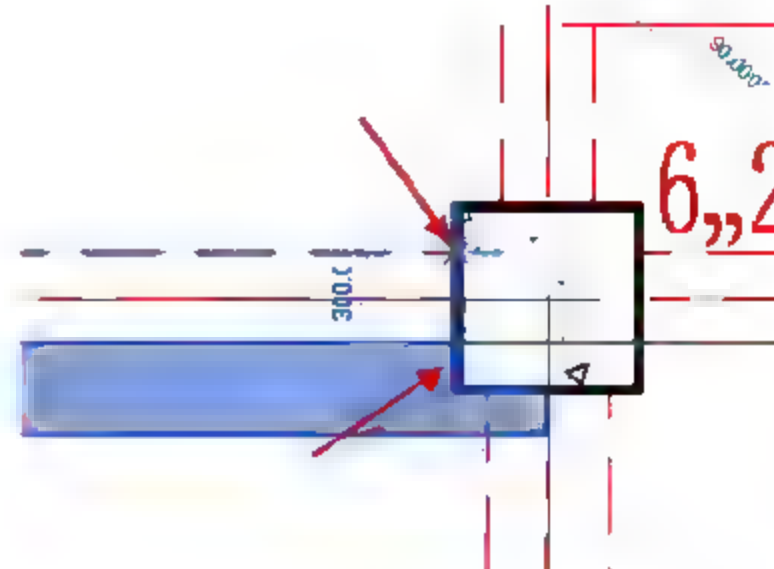

图 4.2.10 调整矩形梁的位置
(10) 调整矩形梁 KL-B2 的位置, 选中矩形梁 KL-B2, 按快捷键 M+V, 移动矩形梁的位置, 使其与梁线对齐, 如图 4.2.10 所示。